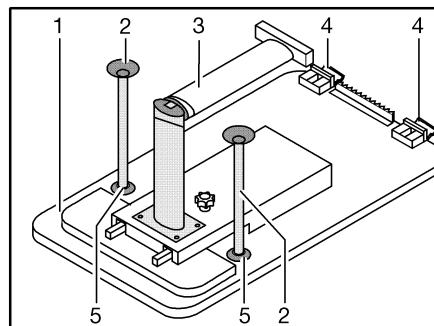

Fig. 92 Struttura di supporto letto
- Sollevare leggermente il piano del tavolo (Fig. 92,1) in avanti.
- Sbloccare il piede del tavolo (Fig. 92,3) sul giunto e ripiegarlo.
- Ruotare il piano del tavolo di circa 45° verso l'alto e sganciare i supporti (Fig. 92,4) dalla guida di supporto superiore.
- A seconda del modello, inserire i due montanti di supporto aggiuntivi (Fig. 92,2) negli alloggiamenti (Fig. 92,5) sul lato inferiore del piano del tavolo.